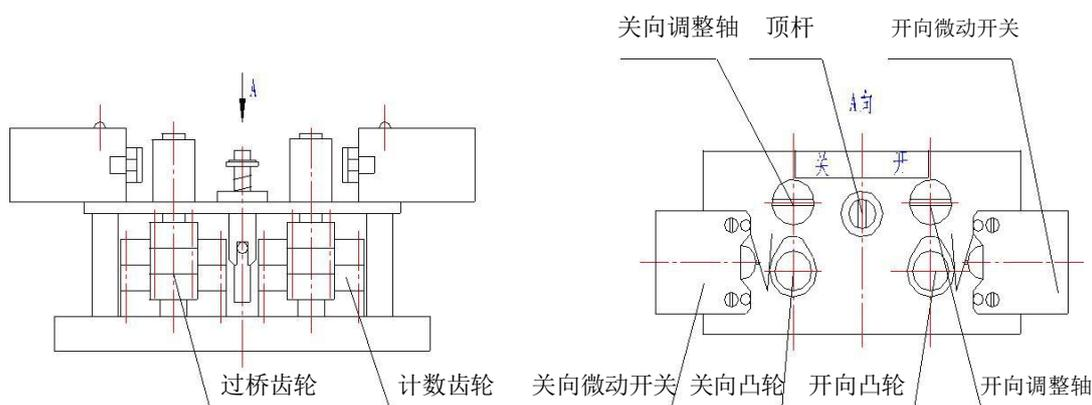

图 6
采用十进制计数器原理, 控制精度高。为全系列通用部件, 其结构见图 6。其工作原理为: 由减速箱内的一对大小伞齿轮带动中转小齿轮, 然后带动行程控制器工作。如果行程控制器按阀门开、关的位置已调整好, 当控制器随输出轴转动到预先调整好的位置(圈数)时, 则凸轮将转动 90°, 迫使微动开关动作, 切断电源, 使电机停转, 从而实现了对电动执行机构行程(转圈数)的控制。
6.2 行程控制器的调整 (参见图 6)